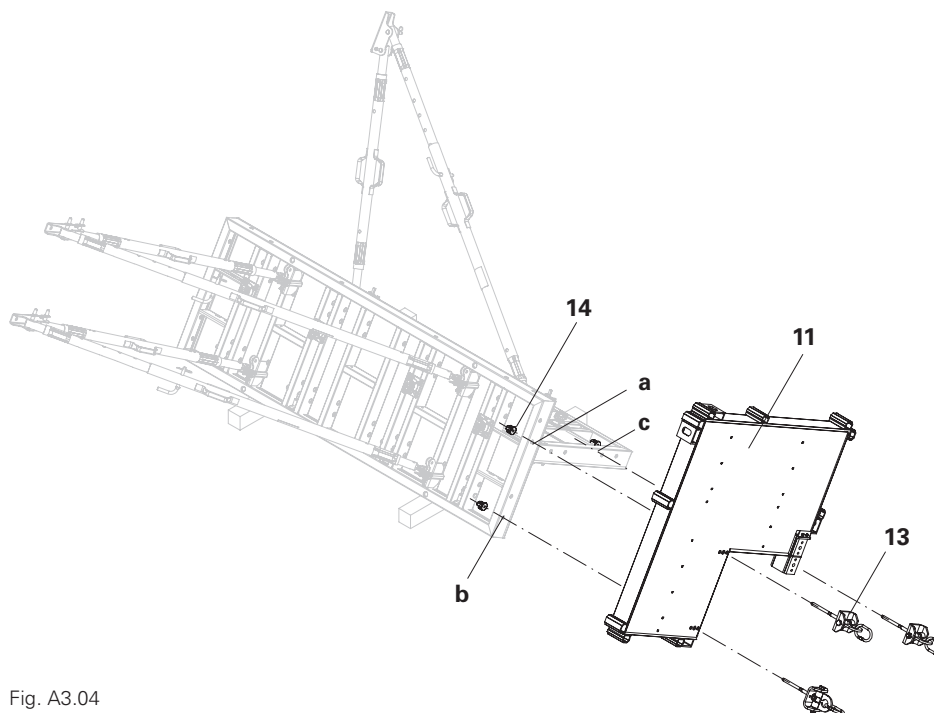

Fig. A3.04
1. Rimuovere i dadi a tre rinforzi (14) degli occhielli per gru (13).
2. Disporre manualmente la piattaforma (11) in posizione angolare alta sulla metà della cassaforma.
5. Allineare la trave telescopica (16) sul foro c e montare il terzo occhio gru. La lunghezza di estrazione della trave telescopica dipende dalla sezione del pilastro. (Fig. A3.04)